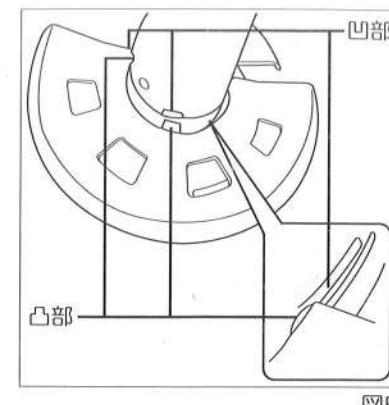

図5
- モーターハウジングの前面と両側面の凹部に、セフティガイドの凸部を合わせて正面から差込んでください。(図5参照)